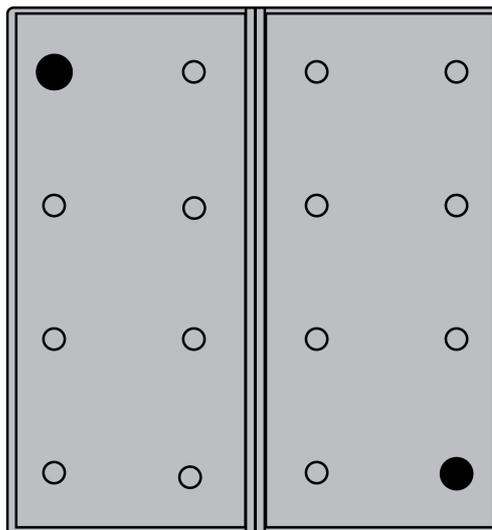

Figure 4: Activation du mode de programmation pour les touches de canal
- Appuyer simultanément pendant plus de 4 secondes sur les touches supérieure gauche et inférieure droite (figure 4).
- Appuyer simultanément pendant plus de 20 secondes sur les touches supérieure gauche et inférieure droite (figure 4).